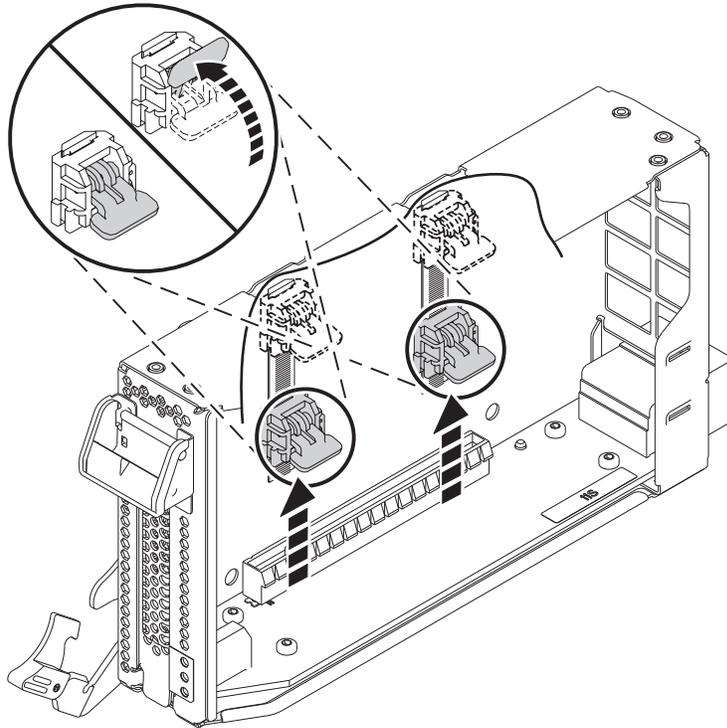

Abbildung 16. Kassettenverriegelungen entriegeln
- a. Entriegeln Sie die Kassettenverriegelungen, indem Sie sie drehen, wie in Abb. 16 auf Seite 18 dargestellt.
- b. Drücken Sie die Kassettenverriegelungen nach oben zur Oberkante der Kassette, wie in Abb. 16 auf Seite 18 dargestellt.